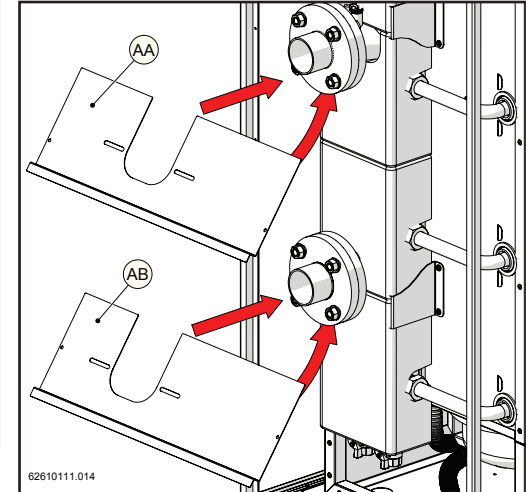
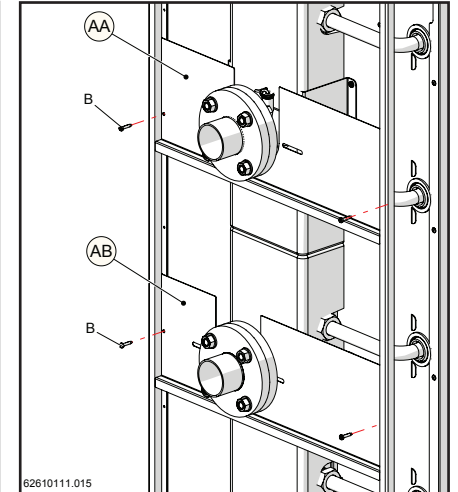
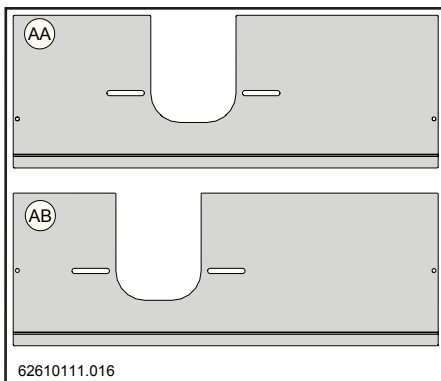

Figure 15-48
Figure 15-49
Figure 15-50
- 9.- Appliquer les feuilles (AA) et (AB) (fig 15-50) dans le sens indiqué sur la figure 15-48. Sécuriser les feuilles sur le cadre de la couverture de l'extérieur avec les vis "B" (figure 15-49).